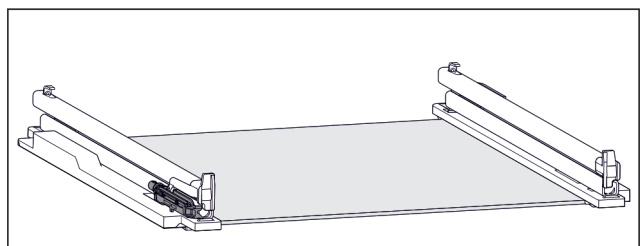

Fig. 124 Забавител
- Забавителят е закрепен на лявата релса. (виж Fig. 124) На дясната релса няма закрепен забавител.